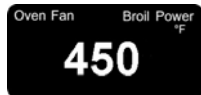

Fig. 4
- Presione tres (3) veces el botón de horno para seleccionar la función de parrilla a convección ("Convection/Fan Broil"). La pantalla indicará la temperatura preprogramada. (Fig. 4)